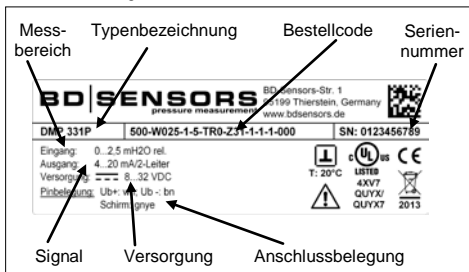

Abb. 1 Typenschild
- Vergewissern Sie sich, dass Ihr Gerät als Sonderausführung für Sauerstoff-Anwendungen bestellt und entsprechend geliefert wurde. Am einfachsten können Sie dies anhand des Typenschildes überprüfen (vgl. Sie hierzu Abb. 1). Endet Ihr Bestellcode mit den Ziffern "007", ist Ihr Gerät für die Sauerstoff-Anwendungen geeignet.